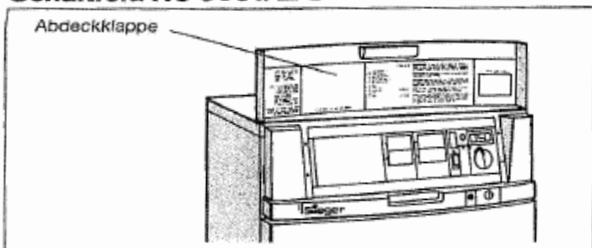

Abb. 1 Schaltfeld HS 3001/2/3
- Abdeckklappe öffnen (Abb. 1)